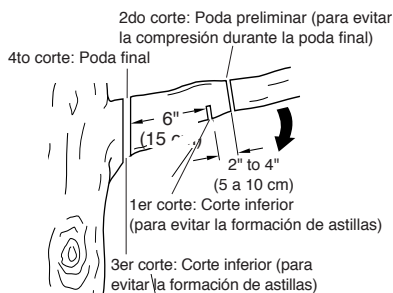

Figura 17 - Poda de una rama
- Haga el primer corte a quince centímetros del tronco del árbol, del lado inferior de la rama. Utilice el lado superior de la barra de guía para realizar este corte. Atraviese la rama hasta llegar a 1/3 de su diámetro. (vea la Figura 17).